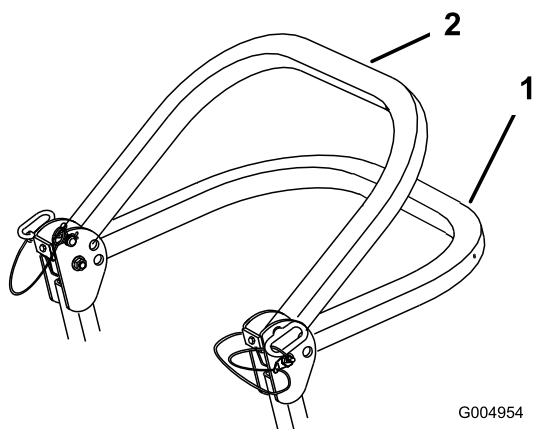

Figura 9
2. Baixe por completo a barra de segurança (Figura 9).
Nota: Há 2 posições em baixo; consulte Figura 9.